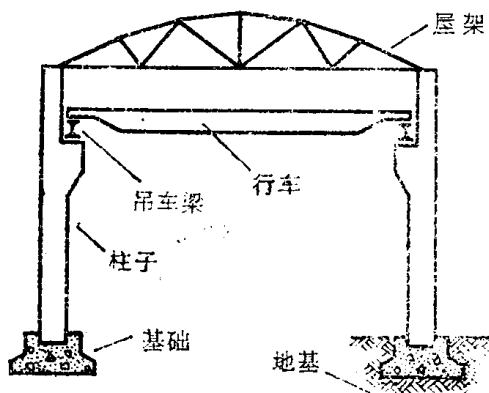

图1-1
建筑物中支承荷载并起骨架作用的部分称为**结构**。如厂房、桥梁、隧道、挡土墙、水闸、堤坝和电视塔等都是结构的实例。图1-1所示的工业厂房由屋架、吊车梁、柱子及基础等组成。组成结构的各个部分称为**构件**。横截面尺寸比长度小得多的构件称为**杆件**。
(1) **杆件结构** 杆件结构由杆件组成（图1-1）。